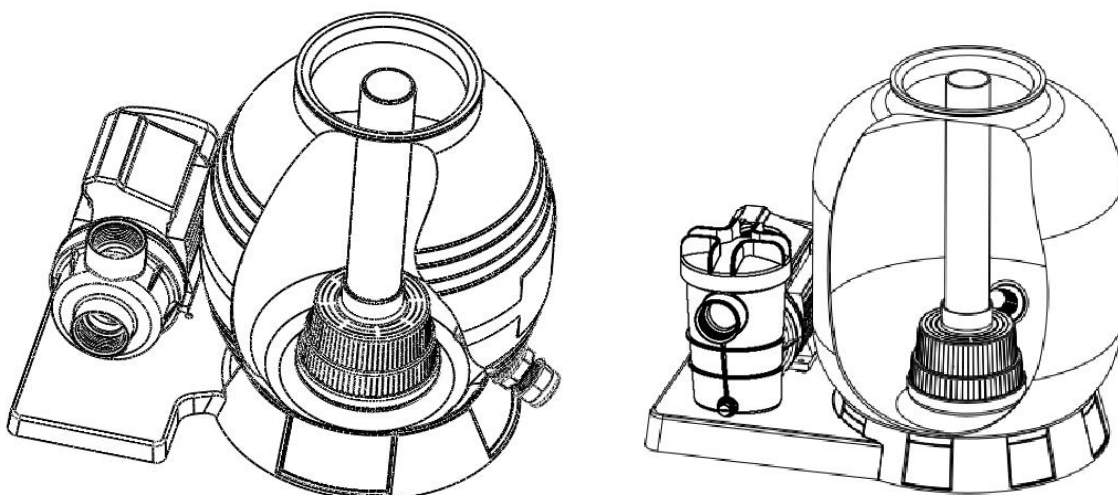

Fig. 3
3. Premere il serbatoio del filtro sulla piastra di base e girarlo in modo che l'apertura di scarico del serbatoio del filtro indichi verso l'esterno (Fig. 3). Anche questo può variare un po' a seconda del singolo modello.